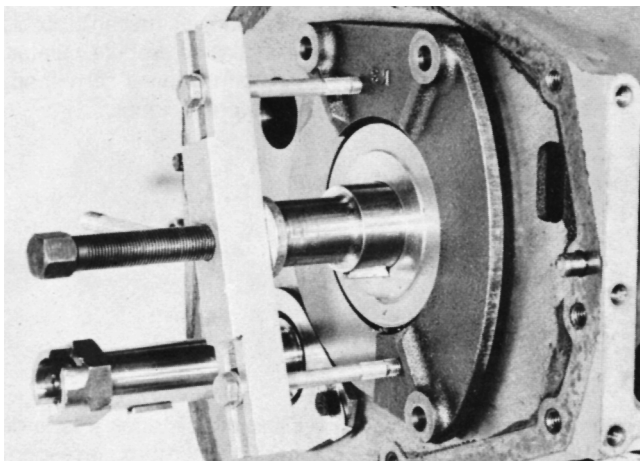

Fig. 26.
**MD3B:** Drag ut lagerskölden med en avdragare (se fig. 26).